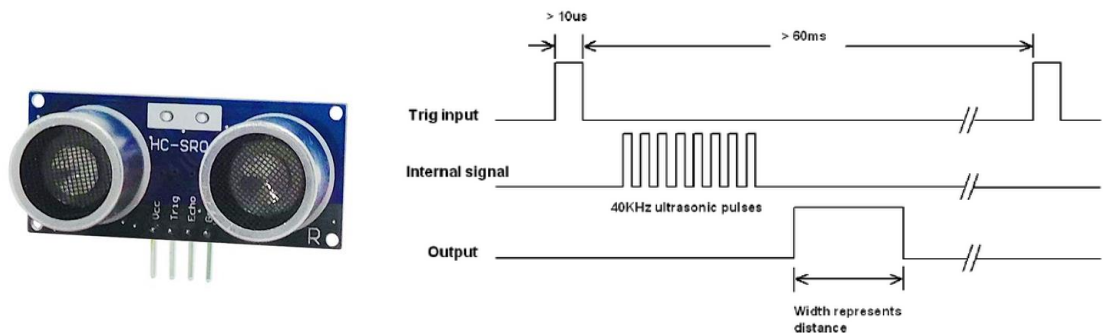

Figure 3: Image d'un capteur à ultrasons HCSR04 et des signaux d'entrée et de sortie du capteur
Dans cette partie vous allez utiliser les signaux alternatifs pour mesurer la vitesse du son dans l'air. Vous disposez pour cela d'un capteur HC SR04 qui permet l'émission d'ultrasons et leur réception après réflexion sur une surface (cf. Figure 3). Il s'agit ici du principe général de fonctionnement du capteur. En vous appuyant sur les ressources et sur vos recherches personnelles expliquez le fonctionnement du capteur HC SR04 de façon détaillée :
- Pour fonctionner le capteur HC SR04 a besoin d'un signal alternatif source (cf. Figure 3). Réglez votre GBF pour qu'il délivre un signal carré de 50Hz avec une tension allant de 0 à 5V et un rapport cyclique de 10%.